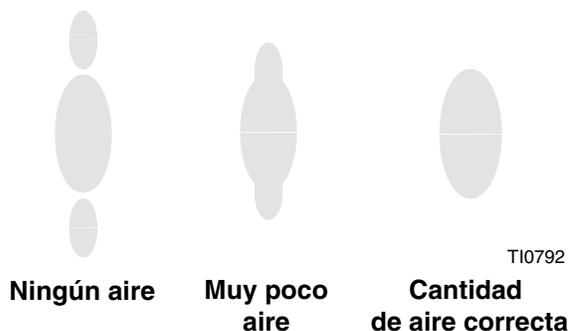

Fig. 11: Chorro de pulverización correcto
4. Comience el paso de aire de atomización y fije la presión de aire en aproximadamente 10 psi (70 kPa, 0,7 bar). Verifique el patrón de pulverización y después ajuste la presión de aire hasta que las colas estén completamente atomizadas y se hayan integrado totalmente en el patrón de pulverización. Vea FIG. 11. No exceda una presión de aire a la pistola de más de 100 psi (0,7 MPa, 7 bar).